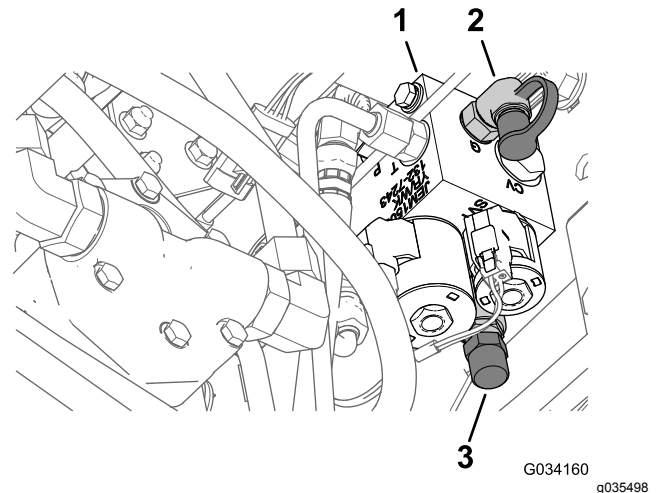

Figura 13
3. Ligue o indicador de pressão à porta de teste, atrás do manípulo de elevação (**Figura 13**).
4. Na parte da frente do manípulo de elevação, retire a tampa da bobina de transferência de peso (**Figura 13**).
5. Desaperte a porca de retenção na parte inferior da bobina de transferência de peso (**Figura 13**).